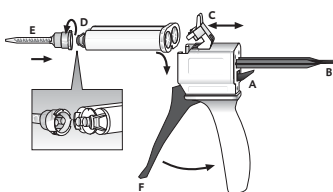

Fig. 1
1. Den Hebel [Fig. 1, Pos. A] an der Rückseite des Automix-Dispensers nach oben drücken und den Schieber [Fig. 1, Pos. B] vollständig zurückziehen.
2. Kunststoffriegel [Fig. 1, Pos. C] nach oben klappen, die Kartusche einsetzen und mit dem Kunststoffriegel [Fig. 1, Pos. C] arretieren.
1. Kartuschenkappe [Fig. 1, Pos. D] oder benutzte Mischkanüle nach Drehung um 90° gegen den Uhrzeigersinn abziehen und werfen.
2. Neue Mischkanüle [Fig. 1, Pos. E] aufsetzen.
- ▶ Das Material durch Betätigen des Hebels [Fig. 1, Pos. F] am Automix-Dispenser in der Mischkanüle mischen und direkt applizieren.
2. Kunststoffriegel [Fig. 1, Pos. C] nach oben klappen und die Kartusche entnehmen.
1. Push the lever [Fig. 1, pos. A] at the back of the Automix-Dispenser and pull back the slide [Fig. 1, pos. B] completely.
2. Lift up the plastic lever [Fig. 1, pos. C], insert the cartridge and lock it using the plastic lever [Fig. 1, pos. C].
1. Remove the cartridge cap [Fig. 1, pos. D] or used mixing tip after turning it 90° counterclockwise, and discard it.
2. Attach a new mixing tip [Fig. 1, pos. E].